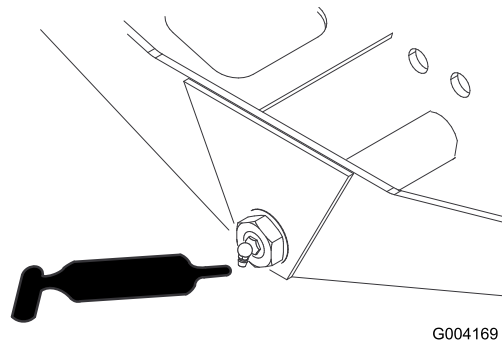

Рисунок 58
- Ось поворота моста (1 шт.) (Рисунок 58)